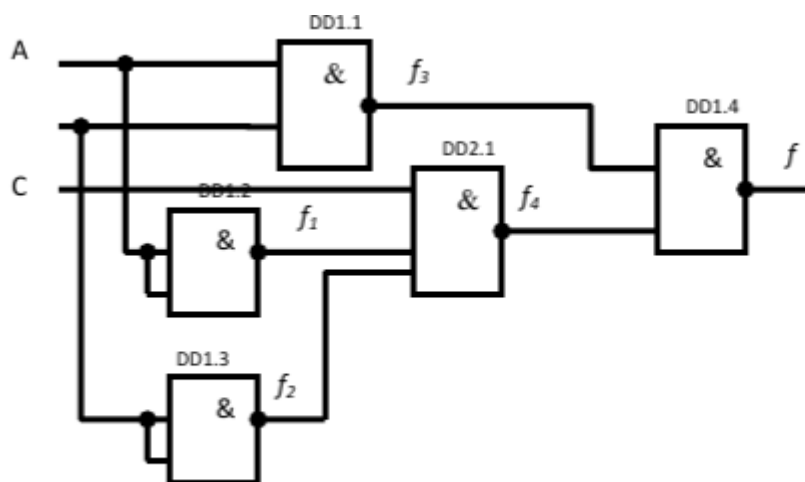

Рис.2. Логическая схема в базисе {И-НЕ}
3. По полученному выражению п.2 построить логическую схему в базисе {И-НЕ}, изображенную на рис. 2).